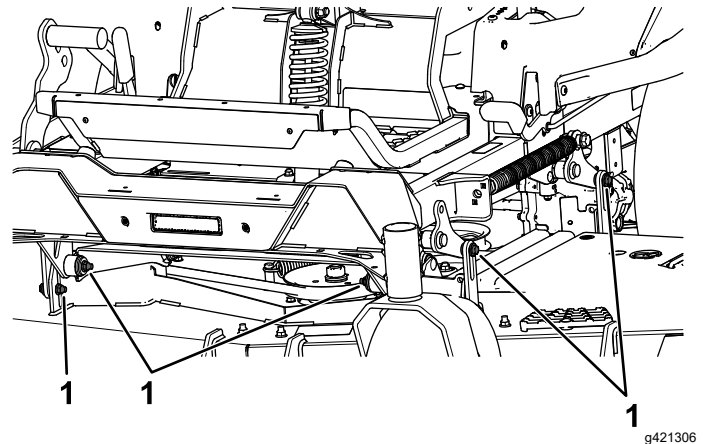

Bild 86
7. Entfernen und bewahren Sie die Schrauben und Muttern an beiden Seiten der Maschine auf (Bild 86).